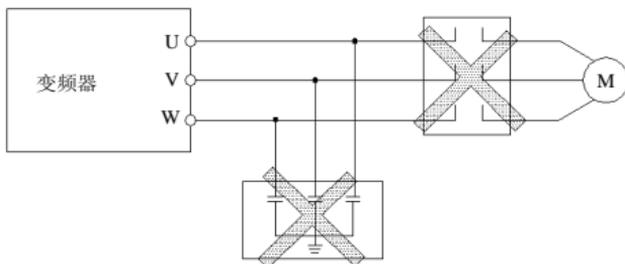

图 3-3 变频器与电机之间禁止使用接触器和吸收电容
- (1) 接线前，确保已完全切断电源 10 分钟以上，否则有触电危险。
- (2) 严禁将电源线与变频器的输出端 U、V、W 连接。
- (3) 变频器本身机内存在漏电流，中大功率变频器整机的漏电流大于 5mA，为保证安全，变频器和电机必须安全接地，接地线一般线径为 3.5mm² 以上铜线，接地电阻小于 10 Ω 。
- (4) 变频器出厂前已通过耐压试验，用户不可再对变频器进行耐压试验。
- (5) 变频器与电机之间不可加装电磁接触器和吸收电容或其它阻容吸收装置，如图 3-3。
- (6) 为提供输入侧过电流保护和停电维护的方便，变频器应通过中间继电器与电源相连。
- (7) 继电器输入及输出回路的接线(X1~X5、OC、FWD、REV)，应选用 0.75mm² 以上的绞合线或屏蔽线，屏蔽层一端悬空另一端与变频器的接地端子 PE 或 E 相连，接线长度小于 20m。